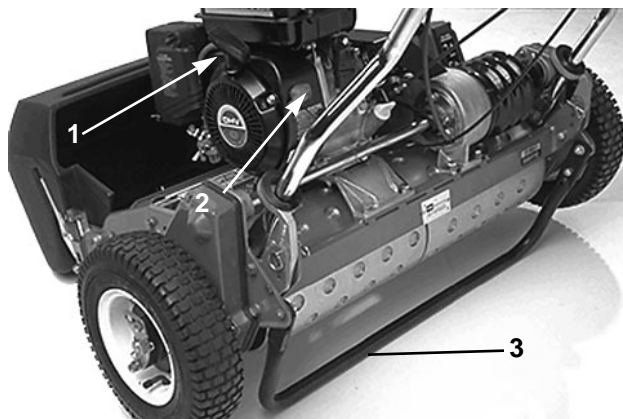

Fig. 16
Rekylstarter (Fig. 16)—Træk i rekylstarterens håndtag for at starte motoren.
Afbryderkontakt (Fig. 16)—Sidder bagest på motoren. Sæt kontakten på TILSLUTTET (ON) for at starte motoren og på AFBRUDT (OFF) for at standse den.
Stativ (Fig. 16)—Stativet er monteret bagpå maskinen og bruges til at løfte maskinens bagende ved montering og afmontering af transporthjul.